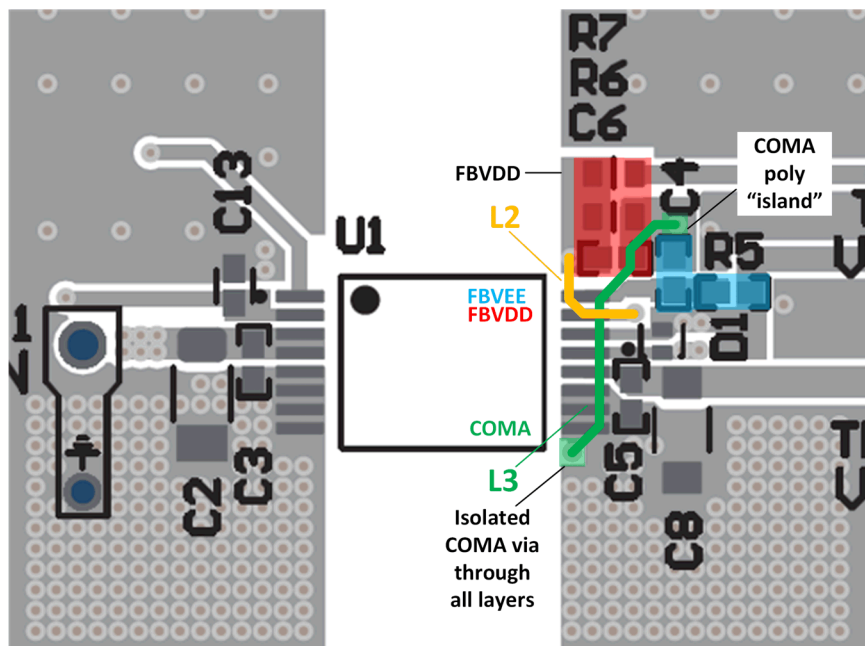

図 8-7. FBVDD (R6-7、C6)、FBVEE (R5、C4)、COMA 配線
- f. 図 8-7 にレイアウト例を示します。ここで、L2 (黄) はレイヤ 2 に配線され、L3 (緑) はレイヤ 3 に配線されています。